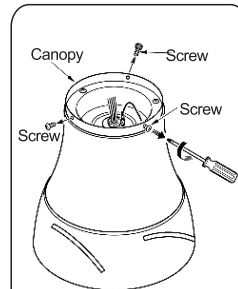

Fig.2
Paso 1: Retire 2 de los 3 tornillos del capuchón y afloje el último tornillo. (Fig. 2)